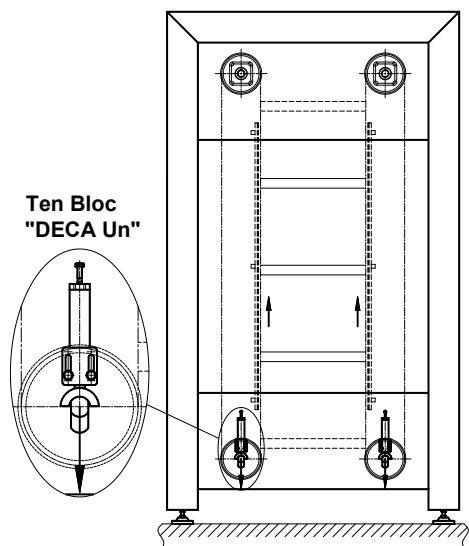

Рис. 4
• На рис. 4 представлена схема расположения возвратного устройства типа «DECA Un» со стороны лифта, а на рисунке 5 схематично показан конвейер с функцией буфера. Узлы типа «DECA Un» должны быть расположены попарно на двух боковых сторонах конвейера и действовать только в условиях сопротивления, чтобы не допустить колебаний ведомого вала, особенно при запуске двигателя.
• In the fig. 4 is represented the positioning diagram of a return unit type “DECA Un” on the side of an elevator and Figure 5 shows in a schematic way a conveyor with function of buffer. The units type “DECA Un” must be positioned in pairs on the lateral sides of the conveyor and they act only in drag conditions, so that they don’t allow the driven shift to oscillate, especially at the starting of the motor.